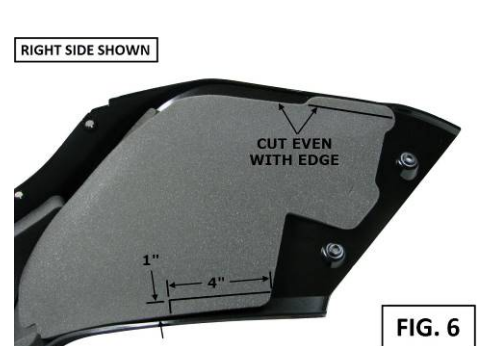

FIG. 6
5. STARTING WITH THE RIGHT SIDE PANEL MARK THE GRAY FOAM ON THE INSIDE OF THE PANEL AS SHOWN IN FIG. 6.